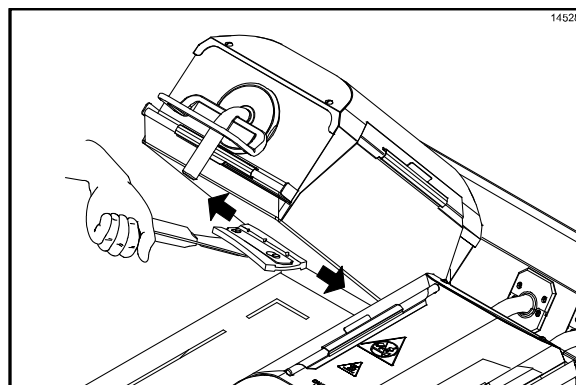

Рисунок 19
2. Используйте резиновый скребок для очистки листов антиадгезионного материала на верхней плите. При очистке листа используйте диагональные движения. Держите ручку под небольшим углом вверх так, чтобы скребущий конец смотрел вниз. (**Примечание:** При вытирании антиадгезионного листа с помощью резинового скребка запрещается чрезмерно нажимать на материал. Чрезмерное нажатие может приводить к созданию царапин или разрывов в антиадгезионном материале.) (См. рис. 19)